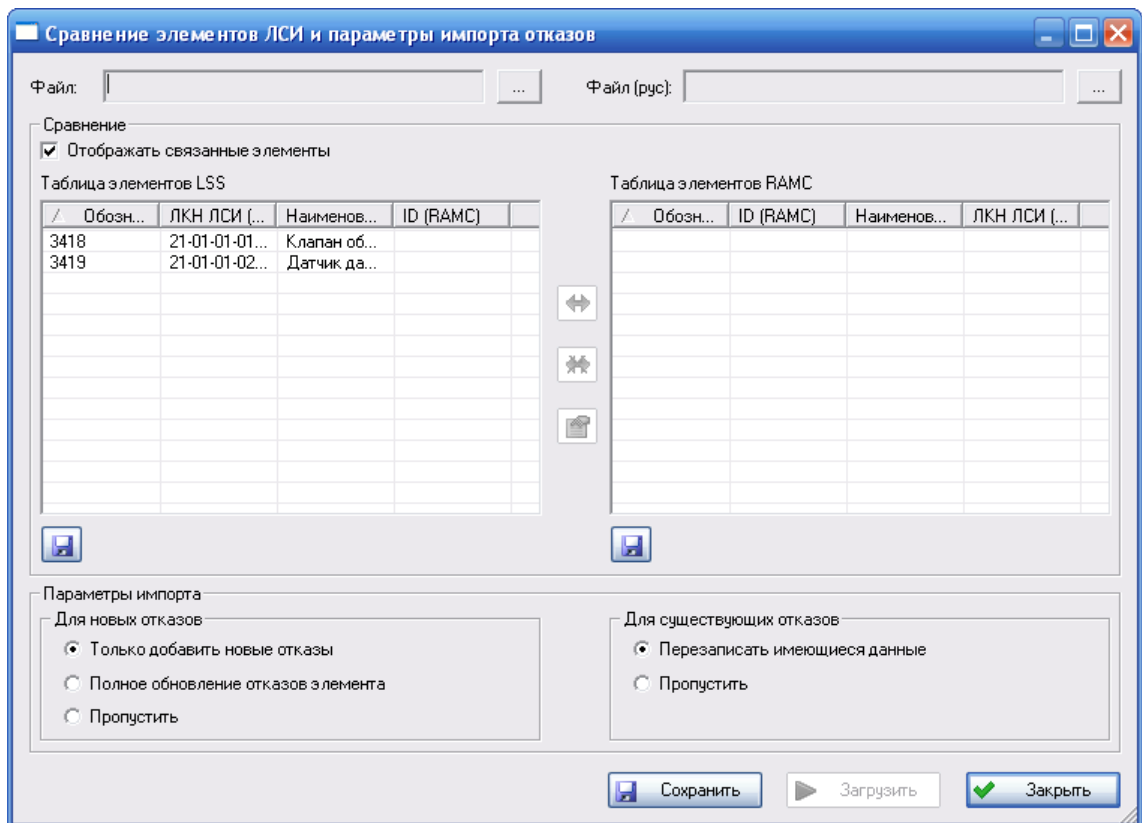

Рис. 16-14
3. В появившемся окне **Сравнение элементов ЛСИ и параметры импорта отказов** настройте параметры импорта (рис. 16-14).